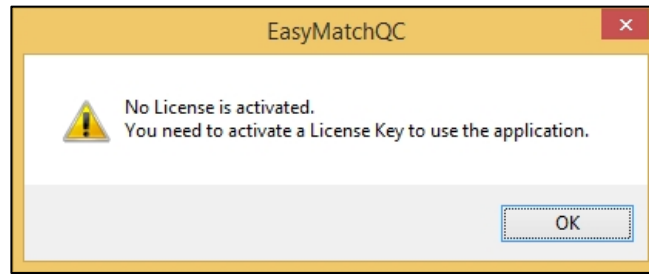

図5.ライセンスなしの警告
- a. **Choose an Option** ページ (図 5) で **[Key ID]** を選択します。